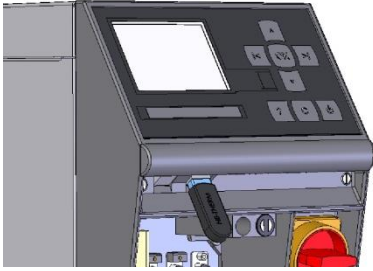

Fig. 56: Connecter le support de données USB
2. Connecter le support de données USB (Fig. 56).